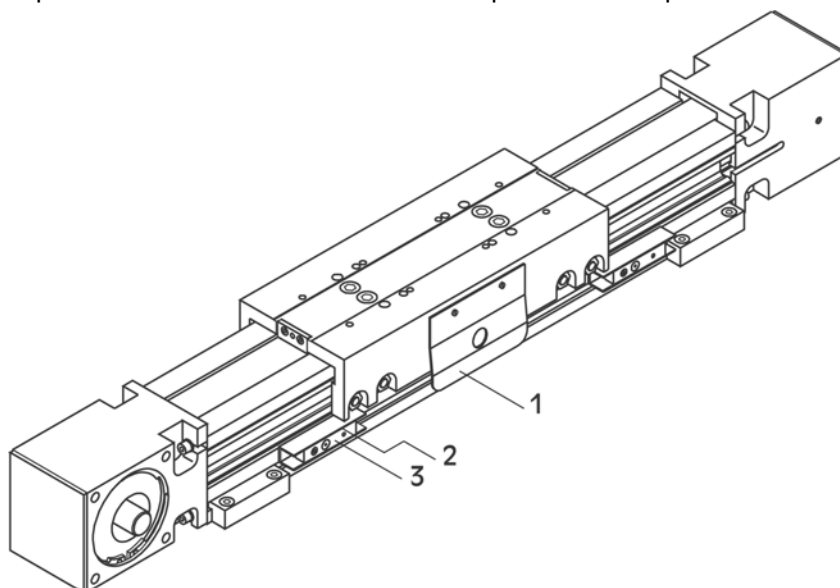

Figure 5: Détecteurs de proximité inductifs
1. **Figure 5:** Détacher le détecteur de proximité correspondant en desserrant la vis de fixation (2).
2. Déplacer le détecteur de proximité (3).
1. **Figure 5:** visser la cornière de maintien (1) avec des vis à tête cylindrique DIN 912.
2. visser le fin de course (3) avec la cornière de maintien à l'aide de vis à tête cylindrique DIN 912.